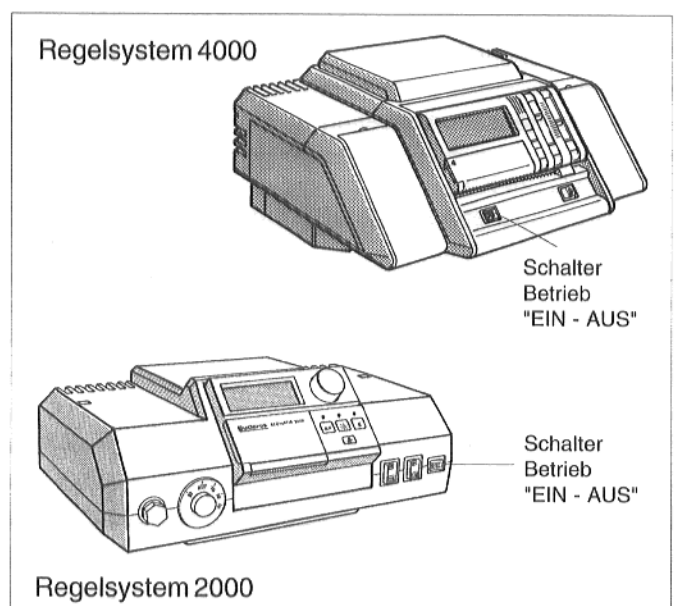

Abb. 35: Regelsysteme 4000 und 2000
- Bringen Sie im Abgasrohr, ca.  $2 \times \text{Ø AA}$  nach der Strömungssicherung an der dem Kessel abgewandten Seite, eine Bohrung an (Abb. 35).
- Schalter Betrieb (Abb. 35) in Stellung 0 (AUS) stellen.